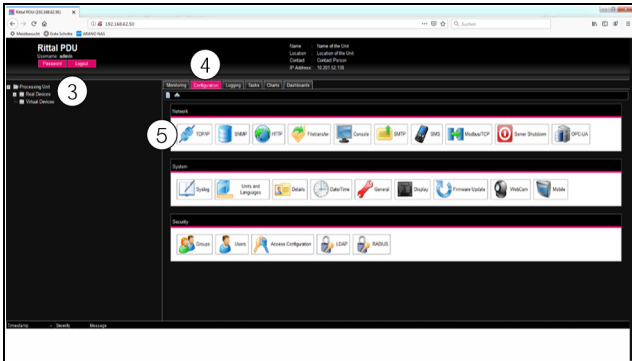

Abb. 35: Anpassen der TCP/IP-Einstellungen
- Betätigen Sie die Schaltfläche „Login“, um die Website des Geräts anzuzeigen. Es erscheint das Übersichtsfenster des Geräts (vgl. Abb. 35).
Es erscheint das Übersichtsfenster des Geräts (Abb. 35).
- Klicken Sie im linken Teilbereich des Übersichts-fensters (Navigationsbereich) auf den Eintrag **Processing Unit** (Abb. 35, Pos. 3) und im rechten Teilbereich (Konfigurationsbereich) die Registerkarte **Configuration** (Abb. 35, Pos. 4).
- Klicken Sie im Gruppenrahmen **Network** auf die Schaltfläche **TCP/IP** (Abb. 35, Pos. 5).